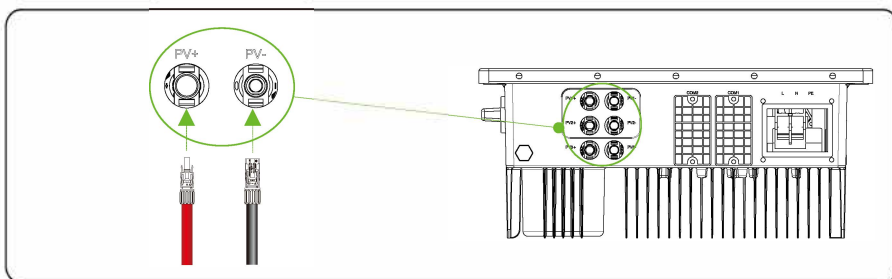

Figura 5.17 Conectando ao inversor
**Passo 6:** Insira os conectores positivos e negativos nos terminais correspondentes do inversor até ouvir um som de "clique", conforme mostrado na Figura 5.17.